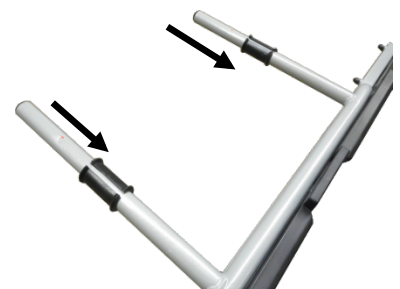

Bild 5: Hülsen aufstecken
- Stecken Sie die Hülsen auf die Rohre des Leuchträgers (Bild 5).